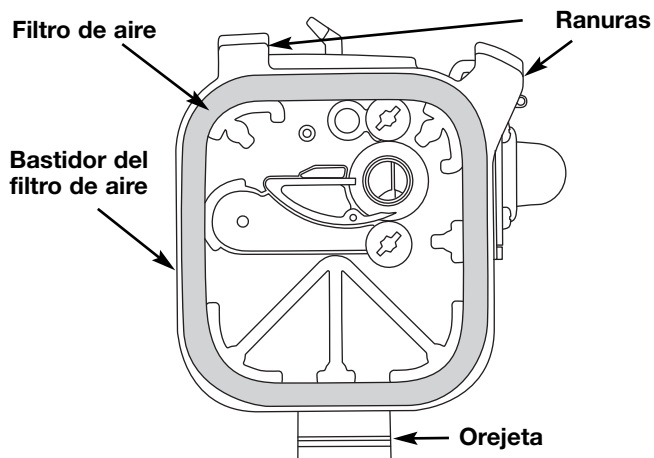

Fig. 24
2. Retire el filtro de aire (Fig. 24).
6. Vuelva a colocar el filtro (Fig. 24).
7. Vuelva a instalar la cubierta del filtro de aire. Coloque los ganchos del lado derecha de la cubierta del filtro de aire en las ranuras del lado derecho de la placa posterior (Figs. 24 y 28).